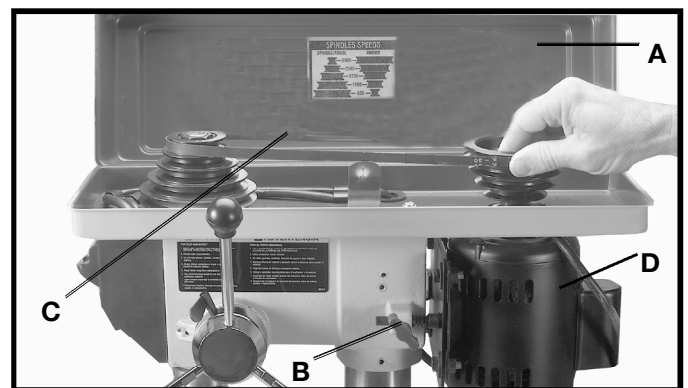

Fig. 26
2. Levante la correa y el protector de polea (A) Fig. 26.
3. Suelte la tensión de la correa aflojando la perilla de cierre de tensión (B) Fig. 26, articulando el motor hacia la parte delantera de la taladradora como se ilustra aquí.
4. Mientras que sostiene el motor hacia la parte delantera del cabezal de la taladradora, coloque la correa (C) sobre los escalones deseados de las poleas del motor y del árbol, como lo ilustra la Fig. 26. Un cuadro de colocación de correas y velocidades (D) se encuentra en el interior de la tapa superior de la taladradora para su conveniencia.
5. Después de colocar la correa sobre los escalones deseados de las poleas del motor y del árbol, articule el motor, alejándolo del cabezal de la taladradora hasta que la correa esté debidamente tensionada, y apriete la perilla de cierre de tensión (B) Fig. 26. La correa debe estar sólo lo suficientemente apretada como para impedir el deslizamiento. La tensión excesiva reducirá la vida de la correa, las poleas y los cojinetes. Se obtiene la tensión correcta cuando la correa (C) puede ser flexionada unas 2.5 cm fuera de la línea entre medio de las poleas, utilizando presión ligera con los dedos.